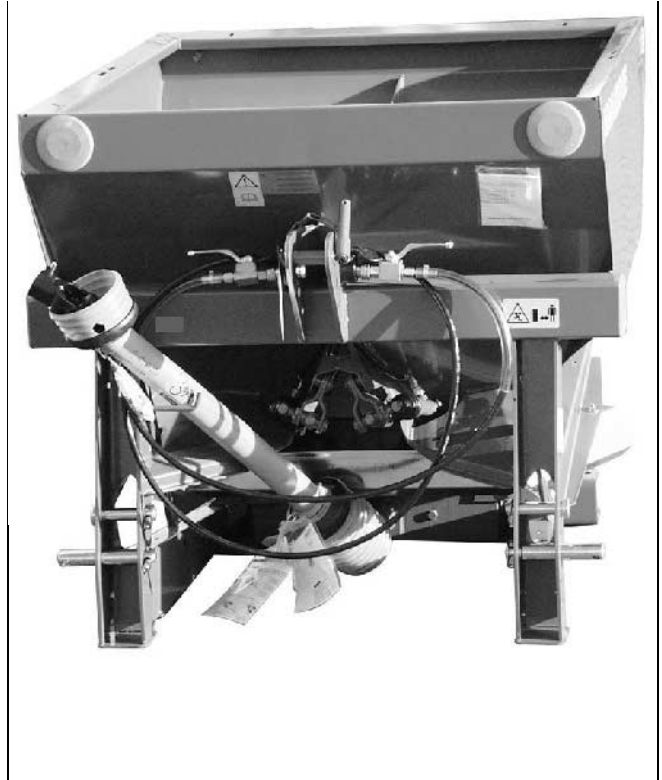

Fig. 17
- De onderste hefarmen van de tractor op de hefpennen (cat. II) (Fig. 17/1) schuiven en met overslagen borgen.
- Topstang met insteekpen (cat. I of II) (Fig. 17/2) bevestigen en borgen.